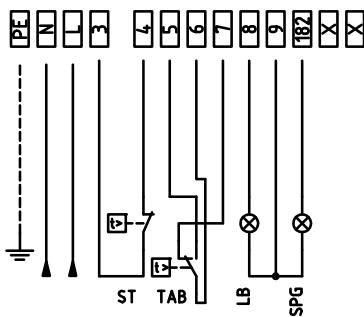
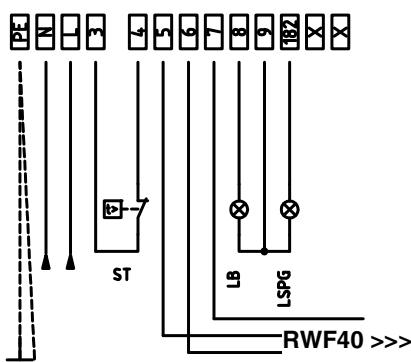

Fig.17 : Arzatoare Progresive
Fig.19 : Arzatoare Complet Modulante
1. Conectati conductorii de semnal de la Cazan la Arzator , in ceea ce priveste urmatoarele componente (Fig.17 - Fig.19) :
2. Conectati conductorii de semnal de la Arzator la Cazan , in ceea ce priveste urmatoarele componente (Fig.17 - Fig.19) :